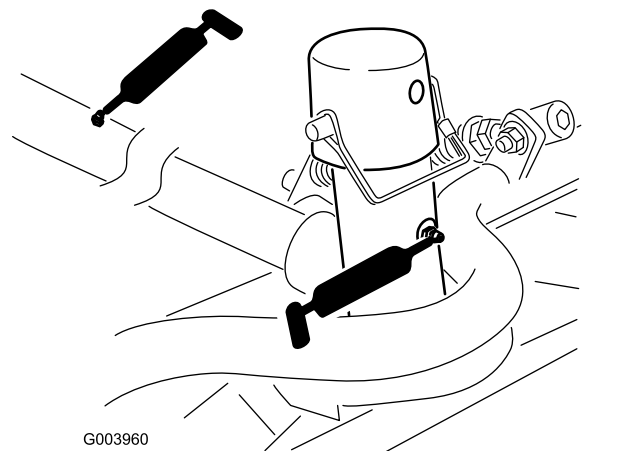

Figura 75
- Articulação e estrutura de transporte da unidade de corte (Figura 75)